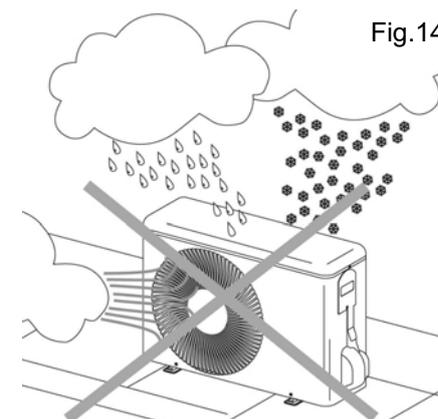

Fig.15
- Deve essere riparata dagli agenti atmosferici (pioggia, neve) e dalle correnti dirette dei forti venti (fig. 15).